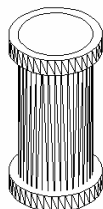

图 10-1-1
STEP 01 新建一个图层，命名为实线，线宽用 0.2，其余各项不变。用 CYLINDER 命令绘制 3 个圆柱体，如图 10-1-1 所示。
指定圆柱体高度或 [另一个圆心(C)] : - 10 ↵ // 输入圆柱体高度, 负数表示向下生成圆柱高度, 效果如图 10-1-1 所示